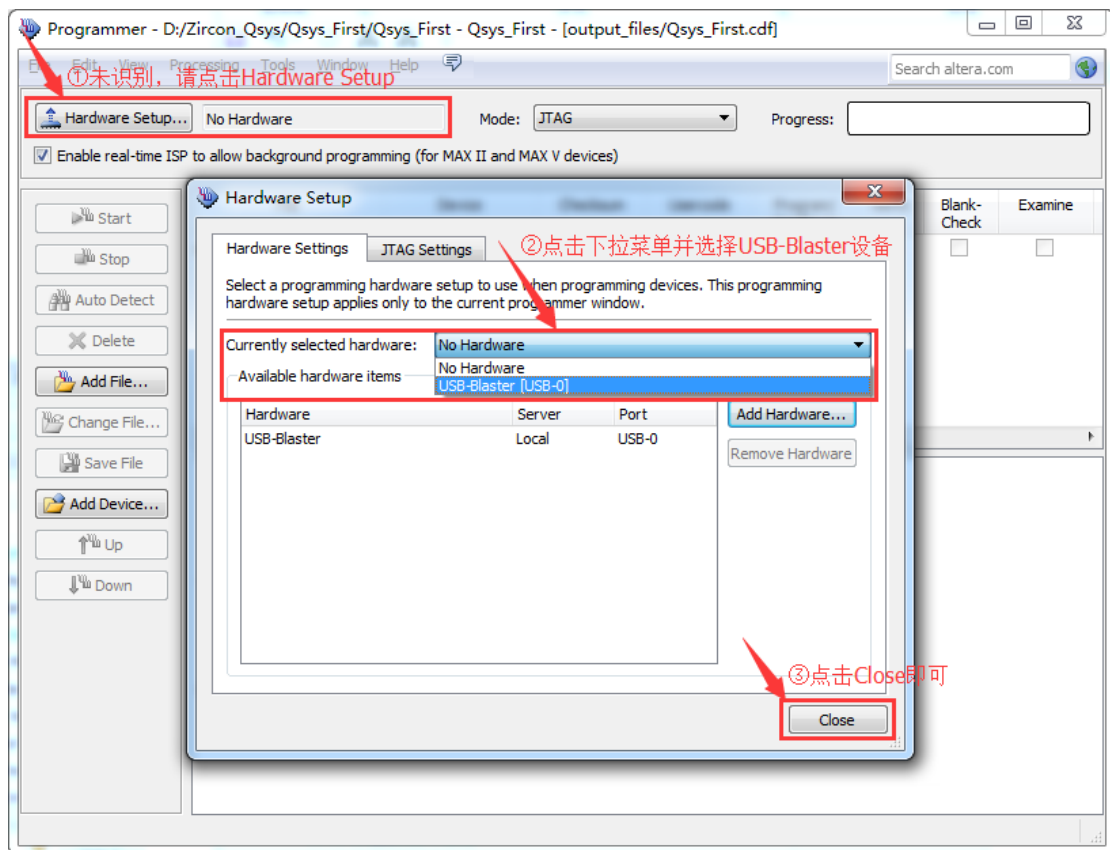

图 2.48 USB-Blaster 设备连接图
- (2) 在 Quartus II 软件中选择【Tools】→【Programmer】，打开编程器窗口后确保编程器窗口的 Hardware Setup 栏中硬件已经安装。如果硬件没有安装，可以参考《驱动安装指导手册》中的介绍。如图 2.48 所示；